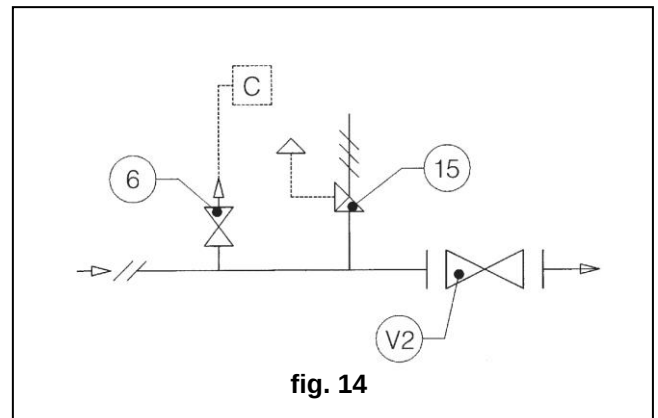

fig. 14
4.1.1 DIRECTE IN-LIJN INSTALLATIE (fig. 14)